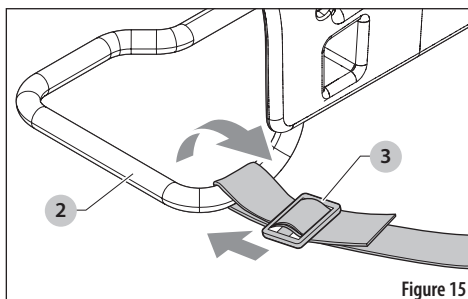

Figure 15
3. Pour les courroies du bas, enlevez les courroies de la portion supérieure des boucles (3) et placez-les autour du pied (2) en commençant par les passer en dessous. Voir Figure 15.
4. Passez la courroie dans la première section de la boucle (3). Ensuite, passez-la dans l'autre section de la boucle (2) pour resserrer. Ajustez l'épaulière et la longueur de la courroie pour obtenir un soutien confortable.